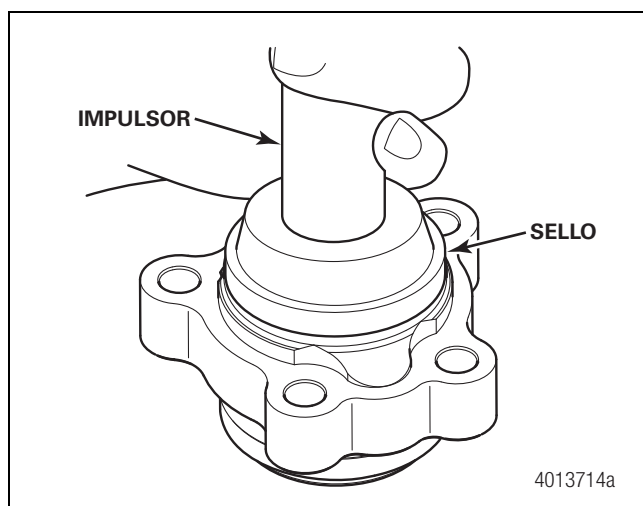

Figura 11.51
14. Presione el sello hasta que quede al ras contra la carcasa. Figura 11.51 y Figura 11.52.